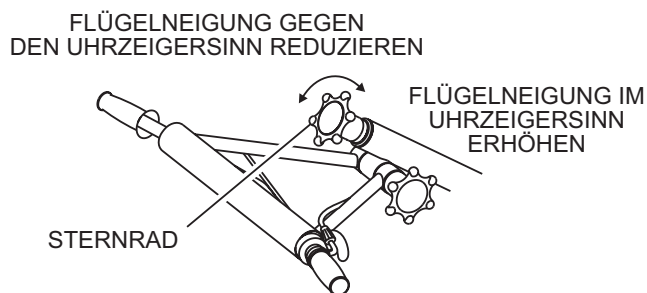

Abbildung 29. Standard-Führungsstange
1. Um die Flügel mit der „**Standard-Führungsstange**“ (Abbildung 29) nach oben zu neigen, einfach das **Sternrad** im Uhrzeigersinn drehen. Wenn das Sternrad gegen den Uhrzeigersinn gedreht wird, legen sich die Flügel flach.